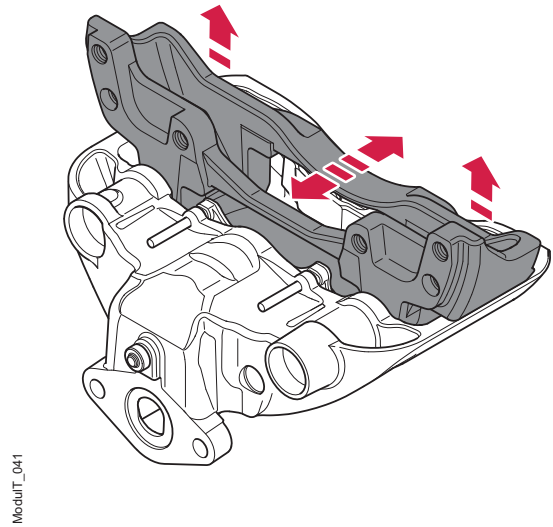

Figura 51. Desmontar el soporte
4. Desmonte el soporte de la pinza moviendo con cuidado el soporte para liberarlo de las guías de deslizamiento y de los guardapolvos. Una vez liberado, vuelva a meter las guías de deslizamiento lo suficiente para levantar y sacar el soporte, véase la figura 51.